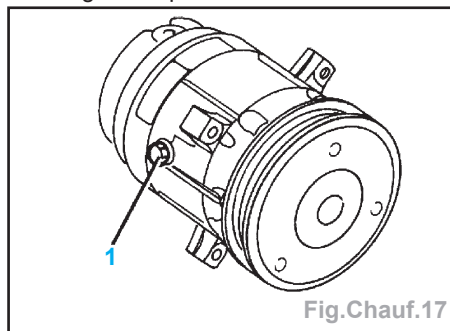

Fig.Chauf.17
- Déposer les vis (4) fixant le compresseur.
- Débrancher le connecteur (5).
- Déposer le compresseur (6).
- Vidanger l'huile du compresseur (vis 1) (Fig.Chauf.17). Au besoin, faire tourner manuellement le compresseur afin de le vidanger complètement.